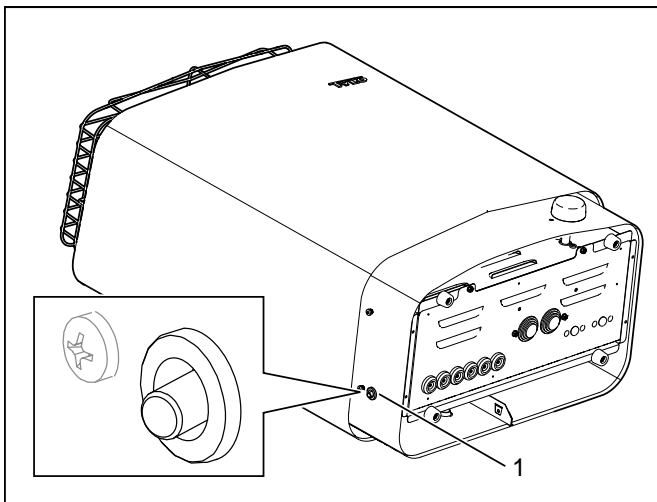

Fig. 6: Réinitialisation de la protection thermique
- **Poêle** - La protection thermique dans le poêle sert empêcher la surchauffe du bois et des composants électroniques à l'intérieur du sauna. Sur le dessous du poêle se trouve un bouton-poussoir rouge (voir Fig. 6). Si la protection thermique du poêle s'est déclenchée, un dé clic est ressenti lorsqu'on enfonce le bouton. Si la protection thermique ne s'est pas déclenchée et après réinitialisation, le bouton est toujours sur ressort.